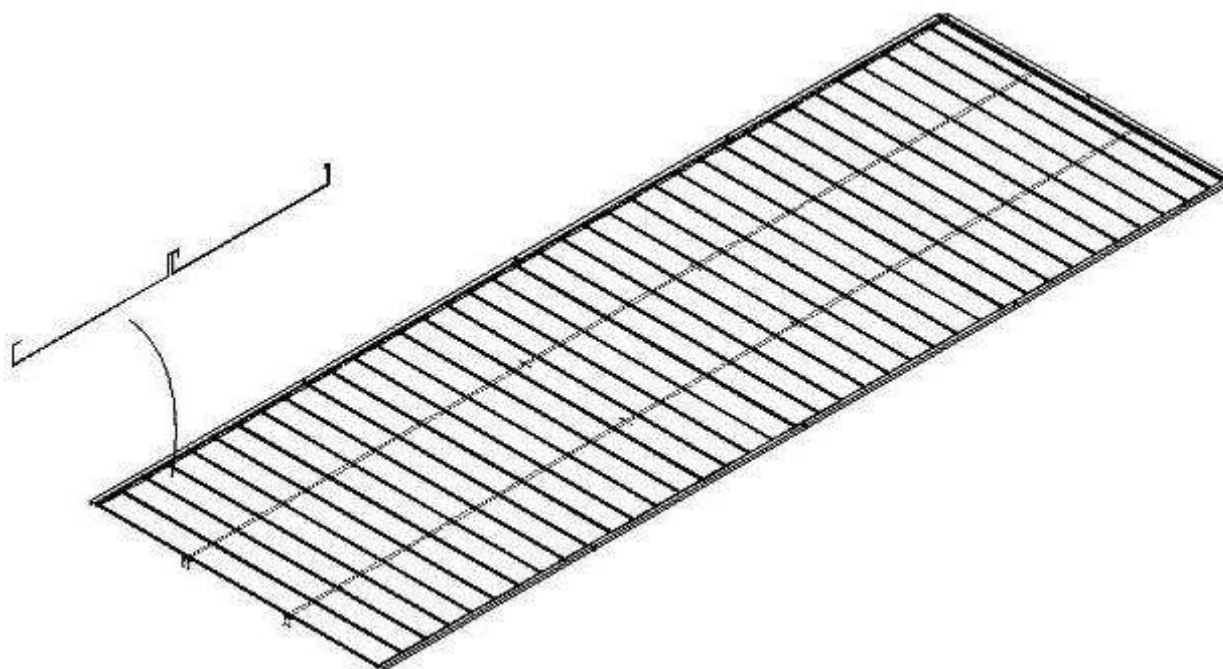

Рис. 2.13
4. Установите потолочное покрытие, зафиксируйте гвоздями на опорной балке. Нанесите прозрачный герметик, см. рис. 2.13